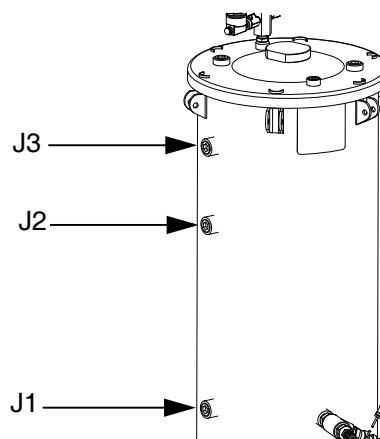

图 8: 料桶端口
9. 将各条液位传感器 (H) 线缆 (J1、J2、J3) 绕在相应的井筒螺母 (CC) 上。有关料桶上的线缆位置, 请参见图 8。